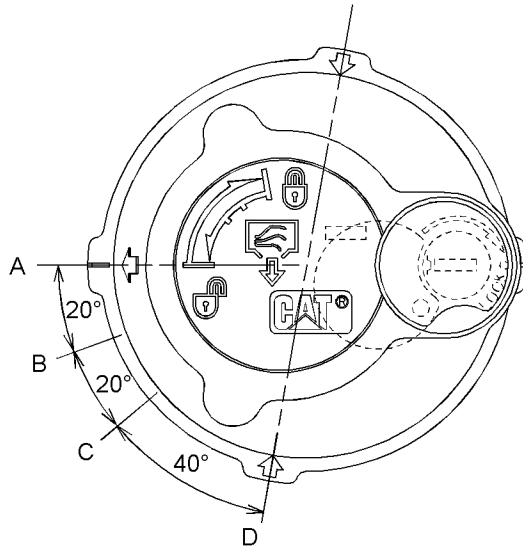

Fig. 523
- (A) LÅST position
- (B) AFLASTNING AF TRYK - START-position
- (C) AFLASTNING AF TRYK - SLUT-position
- (D) ÅBEN position
3. Aflast det tryk, der kan findes i returhydraulikkredsløbet, ved hjælp af følgende procedure. Se fig. 523 for at få vist påfyldningsdækslets positioner.
- a. Drej påfyldningsdækslet mod uret, og flyt pilen fra position (A) til position (B).
- b. Aflast trykket i mindst 45 sekunder ved at flytte pilen fra position (B) til position (C).
- c. Tryk påfyldningsdækslet ned, og flyt pilen fra position (C) til position (D).
- d. Når trykket i tanken er udlignet, skal du spænde påfyldningsdækslet på hydrauliktanken til position (A).